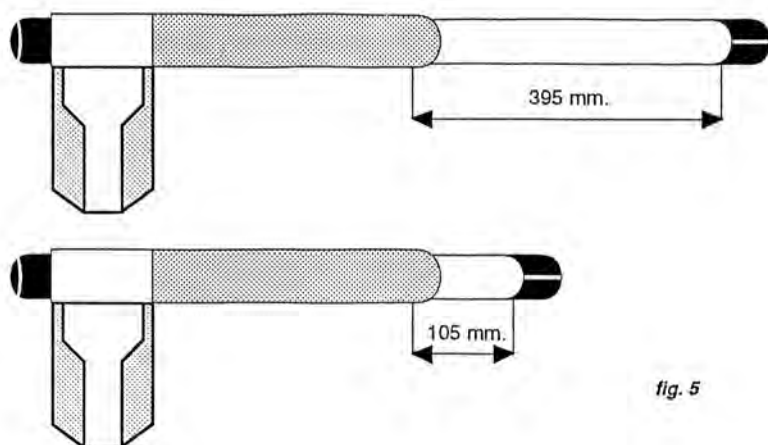
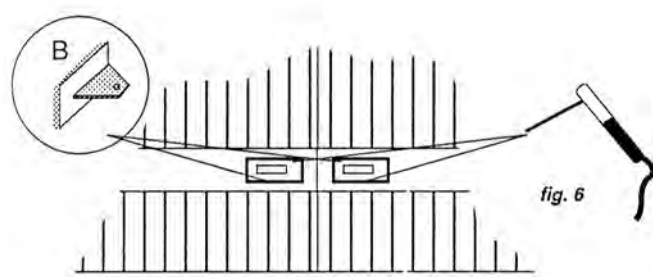

fig. 5
fig. 6
- Le misure di fissaggio sono indicative; qualora non possono essere rispettate, utilizzare la tabella come orientamento e assicurarsi che a motore fissato siano rispettate le misure di fine corsa (vedi fig.5).
- The measures are indicative if you cannot follow these indications. Be sure to respect measures about the maximum length of actuator (see fig.5).
- Les mesures de fixation des verines sont indicatives, au cas où les mesures ne pourraient pas être respectées, utilisez les indications comme fig.5. et s'assurer que la fermeture et l'ouverture ces mesures (fin de course) soit respectés (fig.5).
- Dopo aver fissato il pistone alla staffa K (fig.5), saldare al cancello la staffa B (fig.6).
- After welding on the gate of the pale K (fig.5), fix the plate B (fig.6).
- Après avoir fixé le verin à la plaque K (fig.5), souder au portail la plaque B (fig.6).
Nel fissare la staffa B, rispettare le misure di fine corsa (fig.5)
Posizionare n°2 fermi meccanici per effettuare rispettivamente il fermo di apertura ed il fermo di chiusura (fig.5) rispettando le misure di fine corsa indicate nell'operazione n°2.
Fixing the plate B, paying attention to follow the end of the run measures: (fig.5)
Put n°2 stoppers to the end of the gate as fig.5 following n°2 operation measures.
Par la pose la plaque B, respecter les mesures des fin de course: (fig.5)
Sceller au sol des bolées mécanique pour déterminer l'ouverture et la fermeture du battant (fig.5).